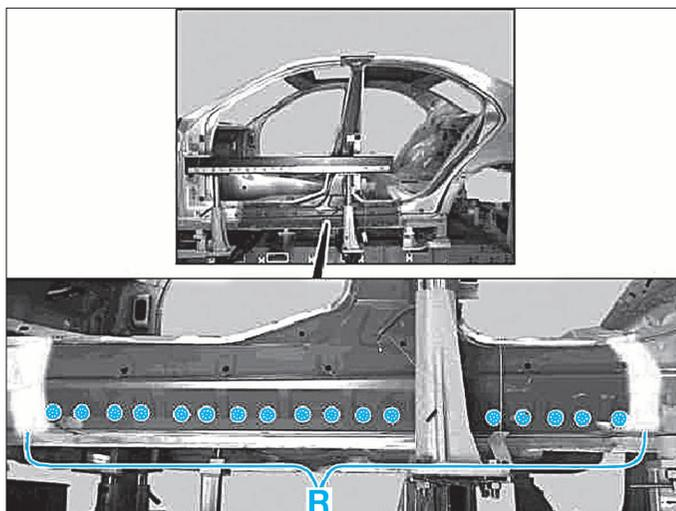

FIG. 72
- Souder par points bouchon le bas de caisse sur la caisse zone (R) (Fig.72).